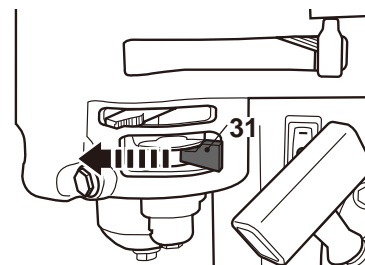

Fig. 28
- > Mova a alavanca de combustível (31) para a posição **OFF** (desligada) para fechar o canal de combustível (Fig. 28).